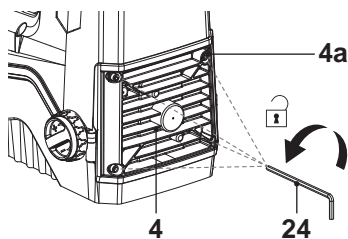

Fig. 13
1. Mettez l'appareil sur une surface plane et démontez le bac (13).
2. Dévissez les boulons (x4) [4a] (Fig. 13, étape 1) et ôtez le capot [4].